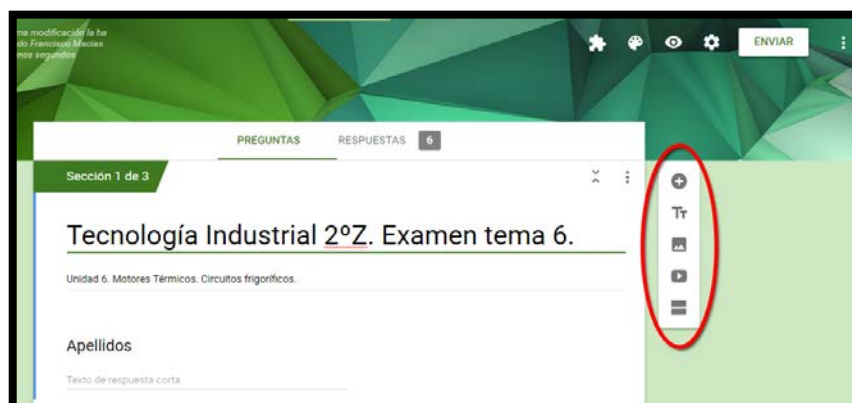

Figura 2. Segundo paso. Elaboración propia.
Paso 2: Con las herramientas proporcionadas por Google crearemos las diferentes secciones y preguntas de nuestro formulario (Figura 2).